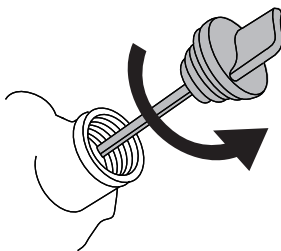

Рис. 9. Крышка-щуп маслозаливной горловины
3. Открутите крышку-щуп маслозаливной горловины и извлеките щуп (Рис. 9).
- Выкрутите крышку-щуп маслосливной горловины и извлеките щуп (Рис. 9).